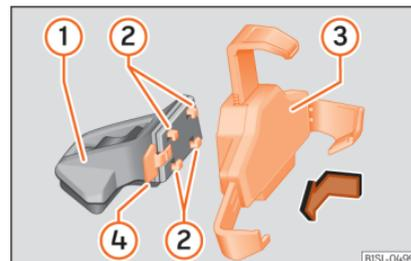
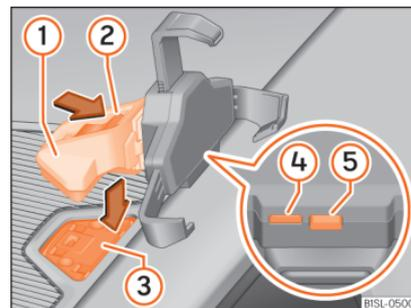

Abb. 107 Universalhalterung und Haltearm zusammensetzen.
Abb. 108 In der Mittelkonsole: Öffnungsverschluss für die Aufnahme des Infotainment-Systems
- Drücken Sie die Entriegelungstaste »» Abb. 108 ⑤ bis sich der obere Arm der Universalhalterung löst.
- Setzen Sie das Smartphone in die untere Halterungen ein. Um die unteren Halterungen einzustellen, drücken Sie die Taste »» Abb. 108 ④.
- Halten Sie die Universalhalterung »» Abb. 107 ③ fest und drücken Sie die Entriegelungstaste »» Abb. 107 ④.
- Halten Sie den Haltearm »» Abb. 108 ① fest und drücken Sie die Entriegelungstaste »» Abb. 108 ④ in Pfeilrichtung.
- Stecken Sie die Universalhalterung »» Abb. 107 ③ in die Verrastungen ② des Haltearms ①.
- Bewegen Sie die Universalhalterung seitlich in Richtung der Verriegelung ④ bis die Halterung hörbar einrastet »» ⚠.
- Setzen Sie den Haltearm »» Abb. 108 ① von oben in die Halteplatte »» Abb. 108 ③ ein und drücken Sie ihn nach unten bis er hörbar einrastet »» ⚠.